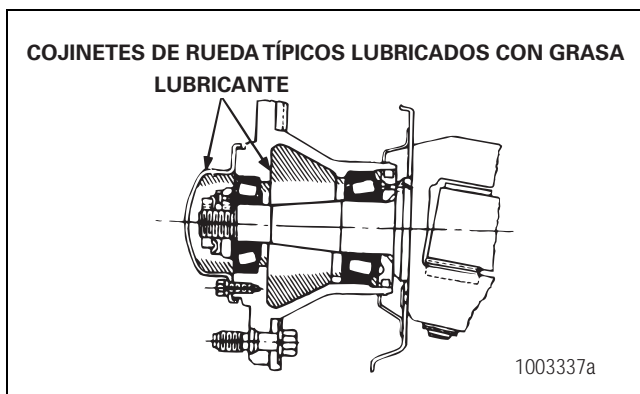

Figura 10.1
5. Antes de instalar los cojinetes de ruedas, lubrique las chumaceras de los cojinetes en la espiga con la grasa que se usa en los cojinetes. Figura 10.1.